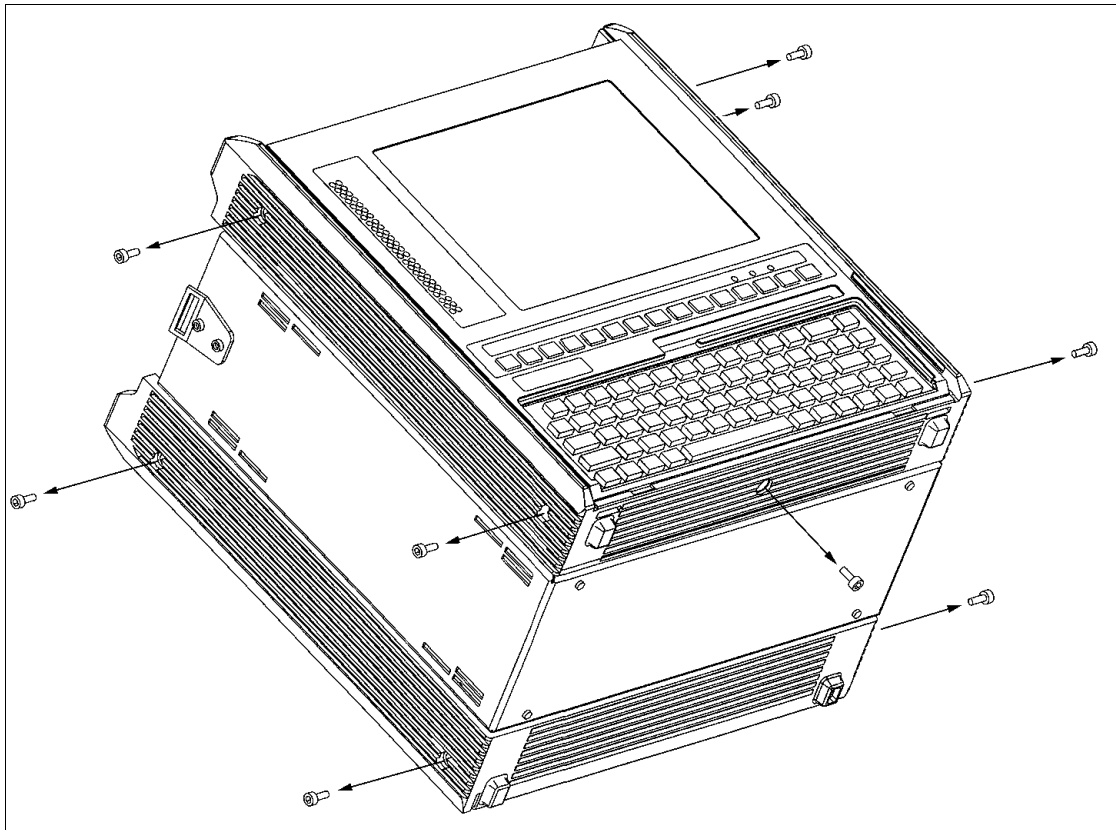

Bild W-3 Gehäuseschalen entfernen
2. Entfernen Sie die insgesamt neun Innensechskantschrauben (siehe Bild W-3).